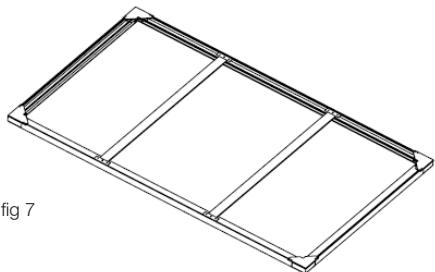

fig 7
**UK:** If supports are provided they should be mounted evenly out across the frame; one support - placed in center; two supports - on 1/3 the length from each side (fig 7).
**FR:** Lorsque des supports sont fournis, il convient de les répartir sur la longueur du cadre, un seule : au centre, deux : au 1/3 de la longueur de chaque côté (fig. 7).
**SE:** Om duken har levererats med stödtag skall dessa monteras jämnt fördelat i ramen; ett stödtag - placeras i mitten; två stödtag - 1/3 av ramens bredd in från var sida (fig 7).